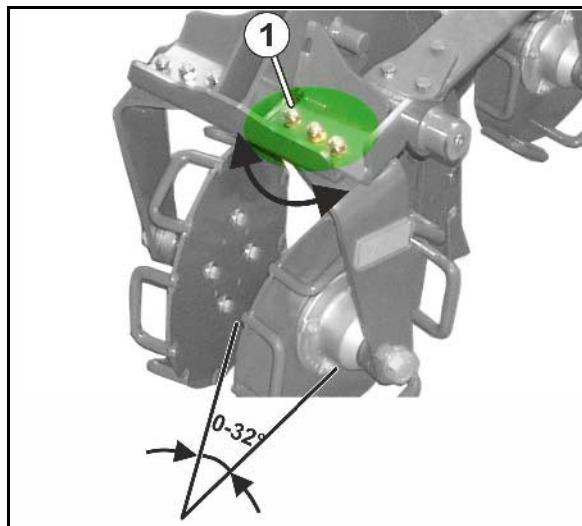

Рис. 91
- ширины захвата агрегат (Рис. 91/1)
- мелкосемянных культур (Рис. 91/2) например рапс или
- зерновых и бобовых (Рис. 91/3).